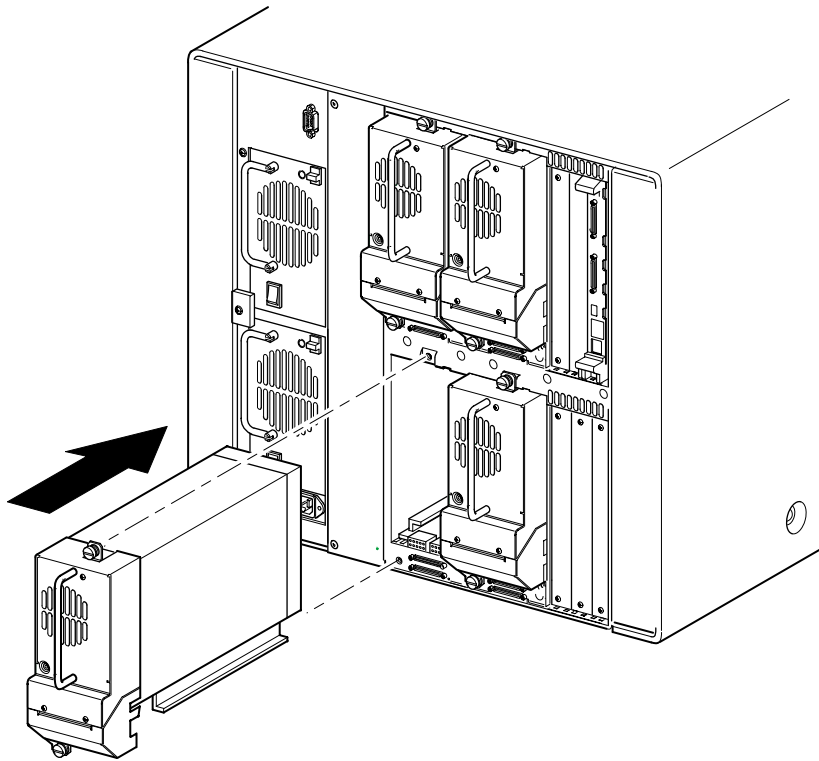

Figure D-2. Installation d'une unité de sauvegarde (librairie MSL5052 présentée)
3. Insérez doucement l'unité de sauvegarde dans le compartiment. Poussez bien l'unité jusqu'au bout, de sorte qu'elle s'enclenche correctement sur les connecteurs mâles situés à l'arrière de la librairie (voir Figure D-2).